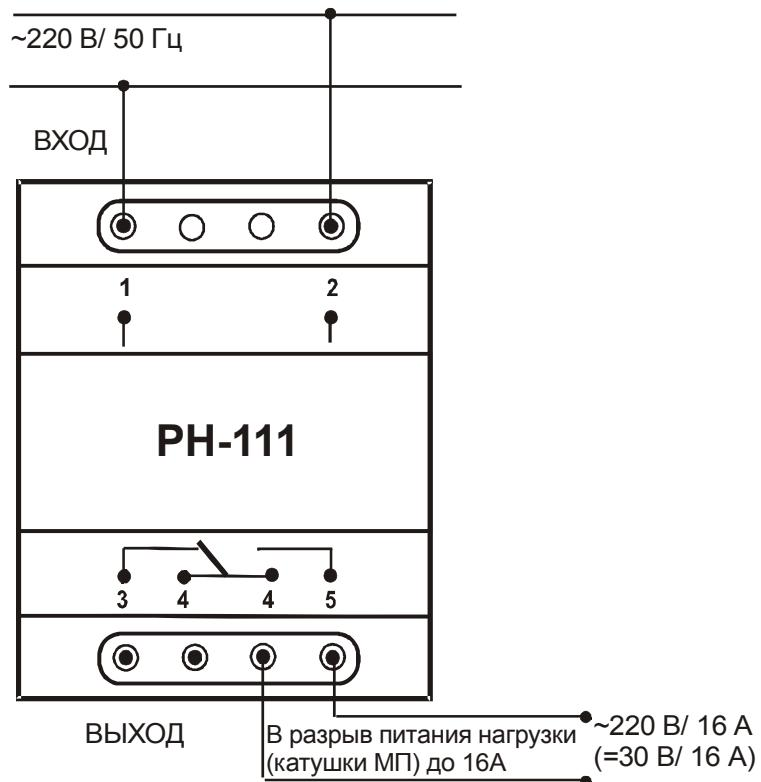

Рисунок 2 – Схема подключения реле
Входными контактами (1) – (2) (рисунок 2) реле включается параллельно контролируемой сети. На выходе реле имеет группу перекидных контактов 3 – 4-4 – 5 с общей точкой 4-4. Контакты 4-5 включаются в разрыв питания нагрузки. Если величина нагрузки не превышает 16 А (3,5 кВт), то контакты 4-5 включаются непосредственно в разрыв питания нагрузки, т.е. последовательно с нагрузкой. Если мощность нагрузки выше, то контакты 4-5 включаются в разрыв питания катушки магнитного пускателя соответствующей мощности, коммутирующего нагрузку. Контакты 3-4 используются в цепях управления и сигнализации, если это требуется.